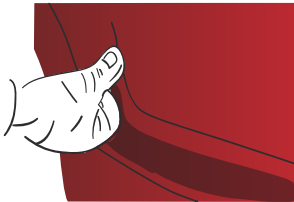

Figure 11
- › Chauffer entre 40-50 °C et descendre votre pouce dans la partie creuse de façon à plaquer l'adhésif. (FIG. 11)